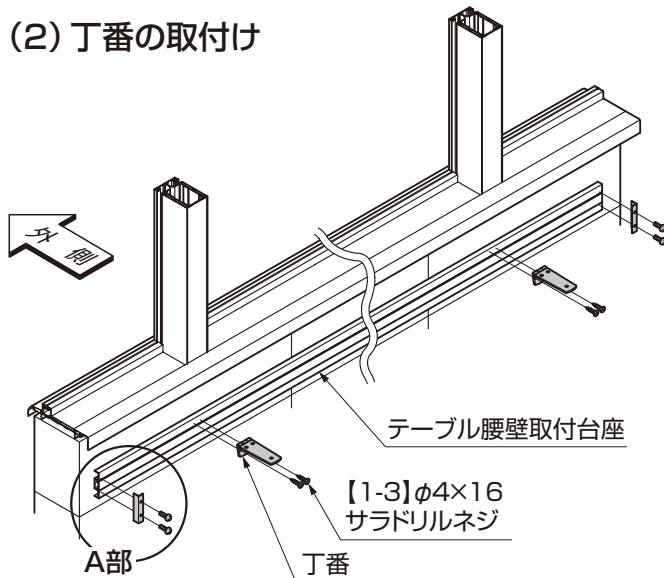

図2-12
① 丁番をテーブル腰壁取付台座に【1-3】で取付けてください。(図2-12参照)